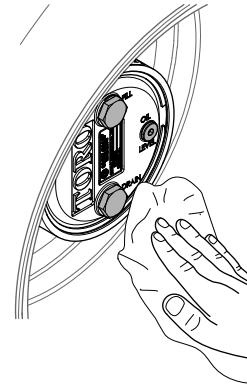

Рисунок 65
- Начисто протрите корпуса планетарного редуктора и тормоза (Рисунок 65).